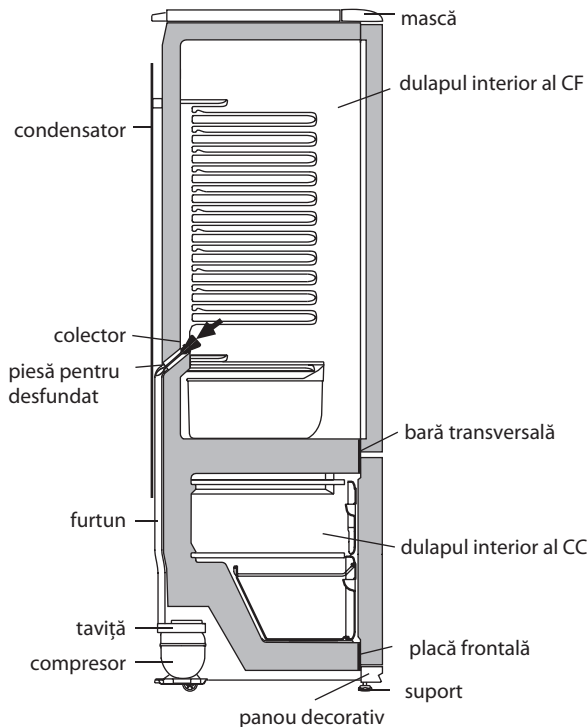

Figura 4 — Schema scurgerii apei rezultate în urma topirii din CF
2.2.1 În CF se folosește un sistem automat de dezghețare. Bruma, care apare pe pereții din spate al CF, după deconectarea compresorului care lucrează în ciclu, se topește și se transformă în picături de apă. Picăturile de apă rezultată în urma topirii se scurg în colector, apoi prin gaura acestuia și prin furtun - în tavița de pe compresor, în conformitate cu figura 4 și se evaporă. Gaura colectorului este dotată cu o piesă pentru prevenirea înfundării sistemului de drenaj.
Prezența apei în colector indică înfundarea sistemului de drenaj. Pentru eliminarea înfundării folosiți piesa corespunzătoare și curățați gaura colectorului, astfel ca apa să se scurgă liber în taviță, apoi spălați piesa și instalați-o în conformitate cu figura 4.
SE INTERZICE să utilizați frigiderul cu sistemul de scurgere înfundat. Apa care a apărut pe fundul CF sau care a ajuns în locul de alăturare a barei transversale și a dulapului interior al CF, în conformitate cu figura 4, poate provoca coroziunea dulapului exterior al frigiderului și elementelor agregatului frigorific, defectarea izolației termice, formarea crăpăturilor dulapului interior și defecțiunea frigiderului.
SE INTERZICE să decongețați congelatorul fără utilizarea elementului pentru drenare. Apa rezultată în urma topirii care se scurge din cameră afară de elementul pentru drenare, pătrunzând în locul de alăturare a plăcii frontale la dulapul interior în conformitate cu figura 4, poate provoca coroziunea dulapului exterior al congelatorului și a elementelor agregatului frigorific, defectarea izolației termice, formarea crăpăturilor dulapului interior și defectarea dulapului frigiderului.